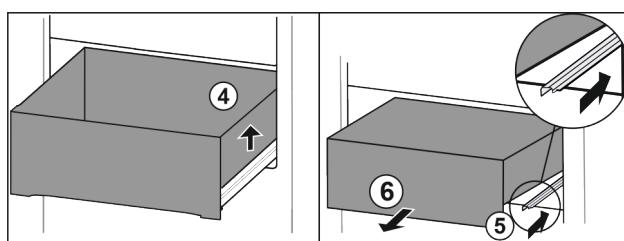

Fig. 93
- Podignite ladicu desno. Fig. 93 (4)
- Gurnite desnu vodilicu. Fig. 93 (5)
- Izvadite ladicu prema naprijed. Fig. 93 (6)